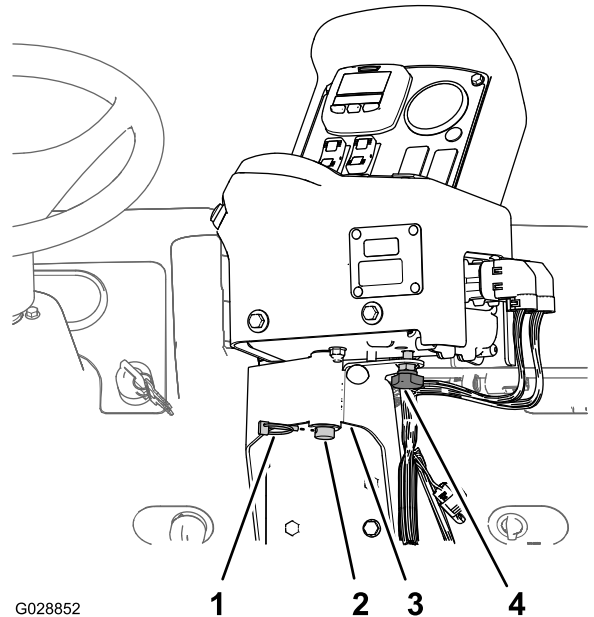

図 18
- 先ほど外したヘアピンを使って、コントロールコンソールを、コントロール取り付けブラケットに固定する (図 18)。
3. 操作中にコンソールが回転しないようにハンドノブを取り付ける 図 18。